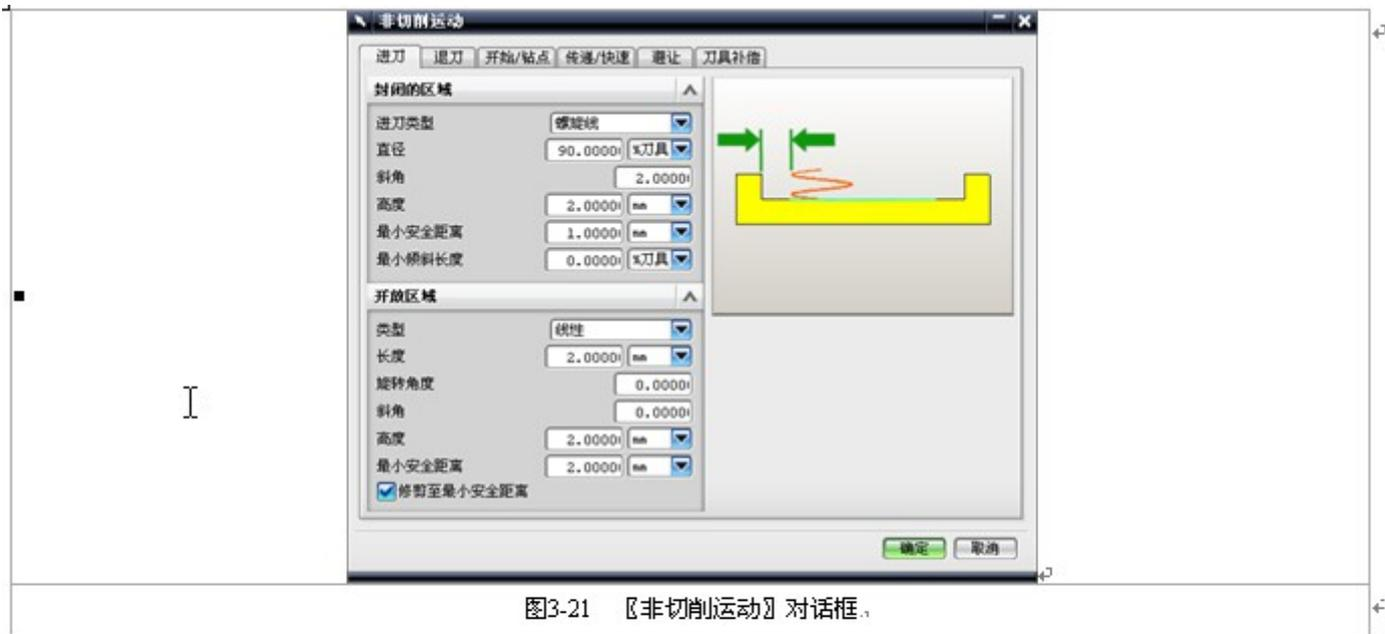

图3-21 【非切削运动】对话框。
- 【非切削移动】：主要设置刀具进刀和退刀等参数。单击【非切削移动】按钮，弹出【非切削运动】对话框，如图 3-21 所示。